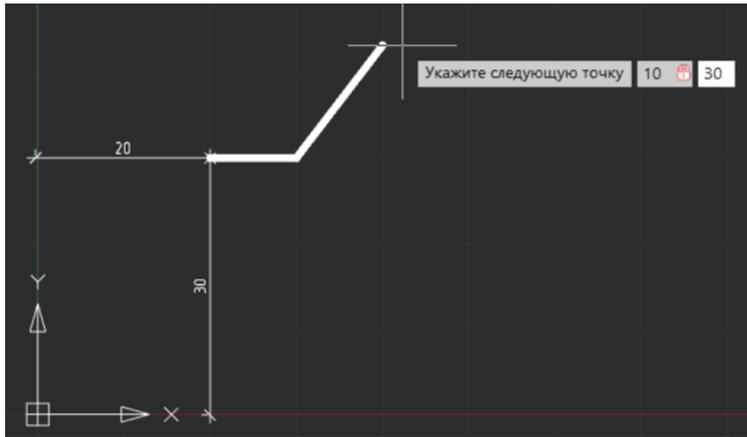

Рис. 3.19
4. Строим отрезок 3-4 с координатами (10,-30), нажать Enter. (рис. 3.19). Строим отрезок 4-5 с координатами (10,0).